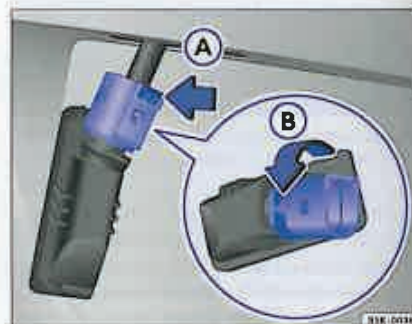

Fig. 60 Lampa de la numărul de înmatriculare: Demontarea suportului lămpii.
- Apăsați mecanismul de fixare în sensul săgeții ⓐ ⇒ fig. 60 și scoateți fișa electrică.
- Rotiți suportul becului în sensul indicat ⓑ ⇒ fig. 60 și scoateți suportul cu becul din lampa numărului de înmatriculare.
- Așezați suportul becului în lampa numărului de înmatriculare și rotiți-l contrar sensului indicat de săgeată ⓑ ⇒ fig. 60, până la limită de cursă.